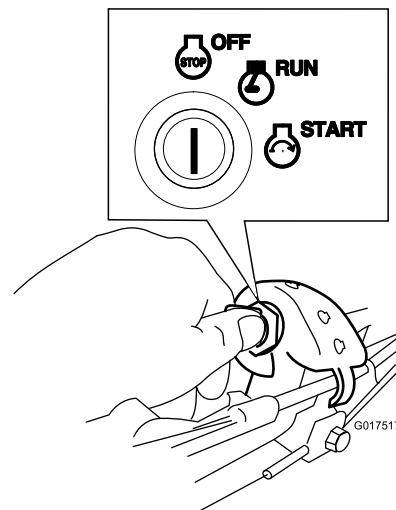

Figura 20
1. Gire la llave a la posición de Desconectado (Figura 20).